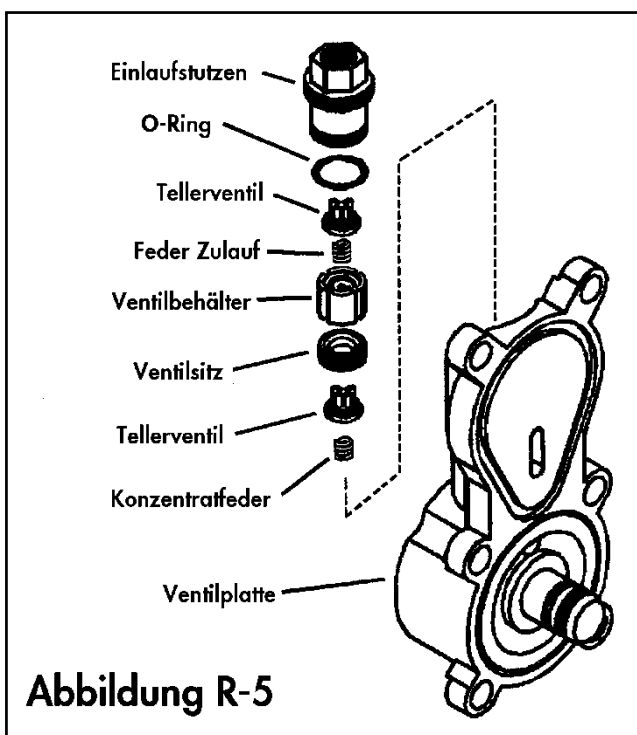

Abbildung R-5
10. Demontieren Sie das Ventil der Ventilplatte (Abb. R-5). Lösen Sie den Einlaufstutzen mit Hilfe des 5/8" Gabelschlüssels. Entfernen Sie das erste Tellerventil und die Feder. Bei Bedarf benutzen Sie eine kleine, spitze Zange. Verwenden Sie die Zange, um die weiteren Bestandteile, Ventilsitz, zweites Tellerventil etc. zu entfernen. Ganz unten ist die Konzentratfeder, die Sie ebenfalls mit der Zange herausziehen können.
6. Bereiten Sie die Ventilplatte für den Zusammenbau vor, indem Sie die neuen Tellerventile einbauen. Beide Tellerventile und Federn sind identisch. Für den folgenden Zusammenbau, vergleichen Sie bitte Abb. R-5: